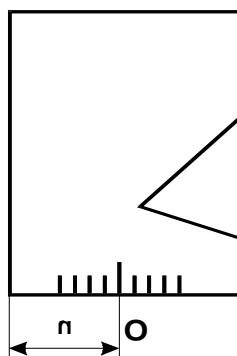

Рисунок 5.16
5.6.6 Если продолжить линию пропила V1 на ПЭП, то получим точку O выхода луча, которая, обычно, отмечается на боковой поверхности корпуса ПЭП (см. Рисунок 5.16).